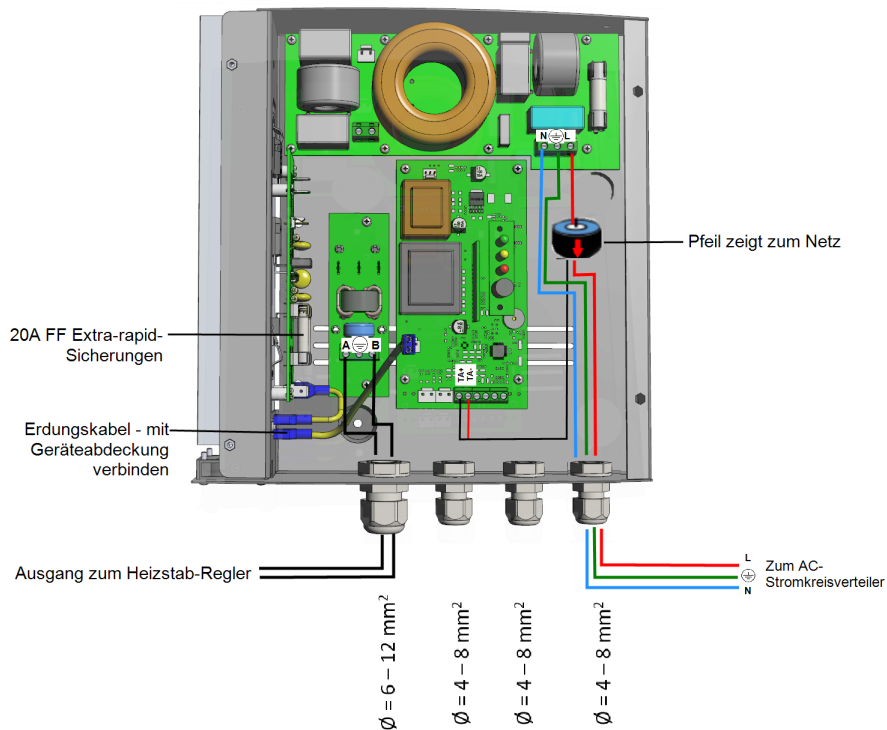

Abbildung 3: Smart Energy Warmwasser-Controller Anschlüsse
- Siehe *Abbildung 3*.
Verbinden Sie den Ausgang des Geräts (A & B) nicht mit dem Netz, da dies das Produkt beschädigt. Schließen Sie das AC-Netz nur an den vorgesehenen Eingang an (siehe *Abbildung 3*).